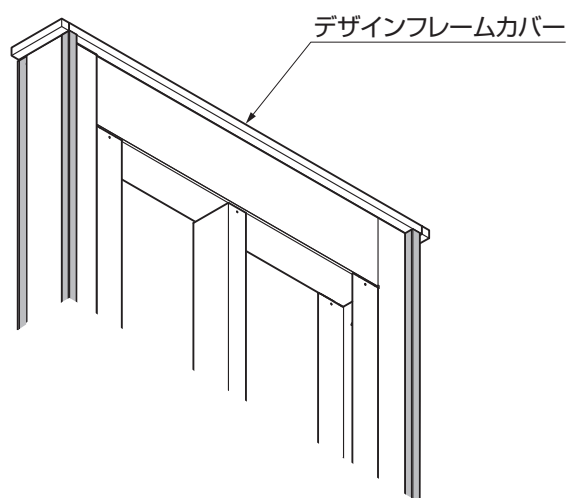

図6-12 デザインフレームカバー
- 図6-12のようにフレームにデザインフレームカバー取付けの場合は上部枠の取付けは不要です。